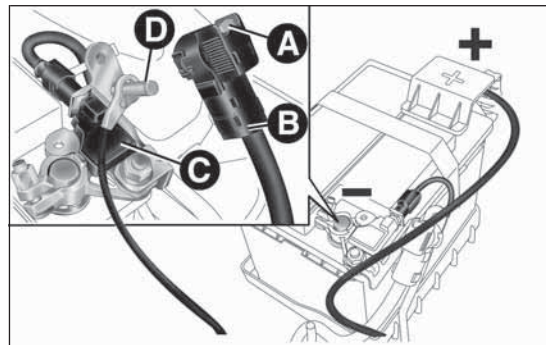

РИС. 159
- отсоедините разъем А РИС. 159 (нажатием кнопки В) от датчика С проверки состояния зарядки аккумулятора (датчик установлен на отрицательном полюсе D аккумулятора);